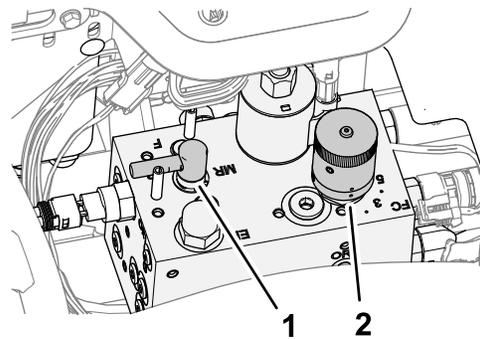

Рисунок 91
3. Установите рычаг заточки обратным вращением в положение F (скашивание) (Рисунок 91).